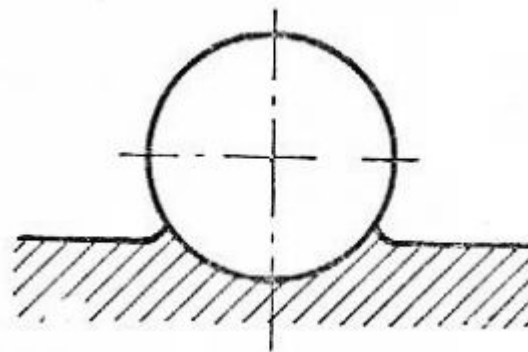

Рис. 2. Форма отпечатка при измерении на материалах повышенной вязкости.
- сложность измерения диаметра отпечатка на материалах повышенной вязкости, форма отпечатка (рис. 2);